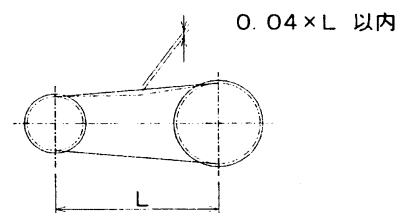

図2. チェーンたるみ量
- (2) チェーンたるみ量は、スパン長の4%程度としてください。図2参照。たるみが大き過ぎると始動時衝撃過大となり、ギヤードモートルを損傷することがあります。また、ベルト張り過ぎも軸受等損傷原因になることがあります。